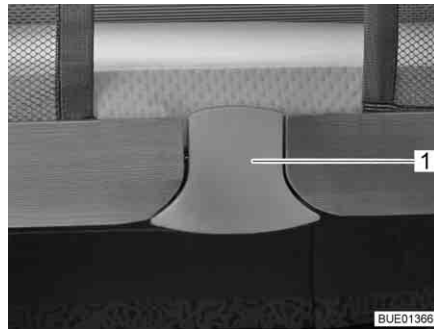
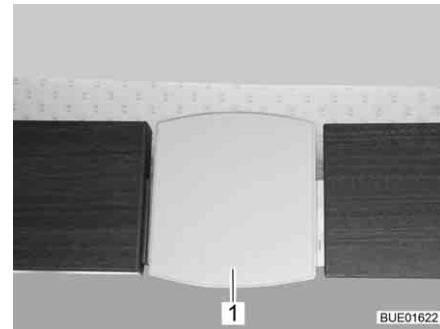

Bild 134 Entriegelung (Elegance)
Bild 135 Entriegelung (Viseo)
- Entriegelungsplatte (Bild 134, 1 bzw. Bild 135, 1) unten herausziehen. Die Verriegelung ist gelöst.